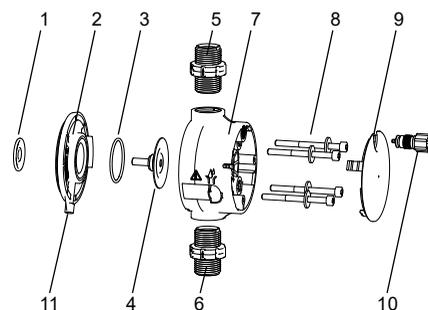

Fig. 41 Remplacement des vannes et membranes
<p>Rechercher d'éventuelles fuites au niveau de l'orifice de purge (fig. 41, pos. 11) et vérifier si ce dernier est obstrué ou sale. Si c'est le cas, suivre les instructions du paragraphe 7.6 Rupture de la membrane.</p>
Ce paragraphe fait référence à la fig. 41.
En cas de fuite ou de rupture de la membrane, le liquide de dosage s'échappe de l'orifice de purge (fig. 41, pos. 11) sur la tête de dosage.
En cas de rupture de la membrane, la membrane de sécurité (fig. 41, pos. 1) protège le corps de la pompe contre toute entrée de liquide de dosage.
Lors du dosage de liquides cristallisants, il est possible que la cristallisation obstrue l'orifice de purge. Si le fonctionnement de la pompe n'est pas interrompu sur-le-champ, de la pression peut s'accumuler entre la membrane (fig. 41, pos. 4) et la membrane de sécurité dans la bride (fig. 41, pos. 2). La pression peut faire passer le liquide de dosage à travers la membrane de sécurité dans le corps de la pompe.